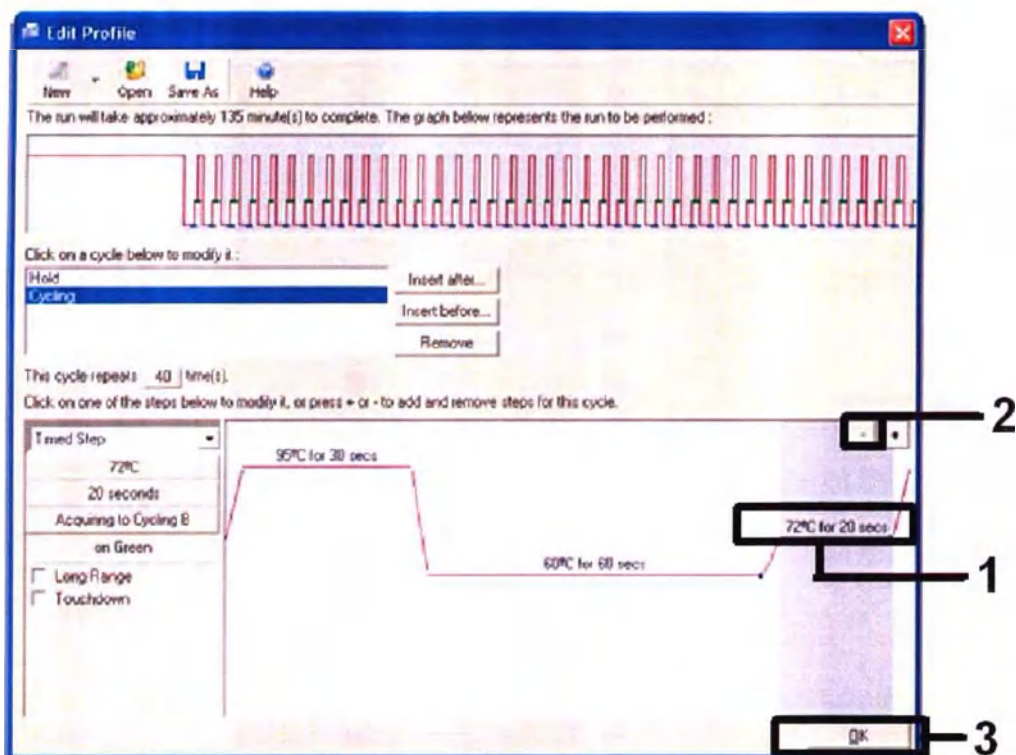

Рисунок 9. Удаление дополнительного этапа.
11. Выделите третий этап и нажмите кнопку "-" , чтобы его удалить. Нажмите "OK" (Рис.9).